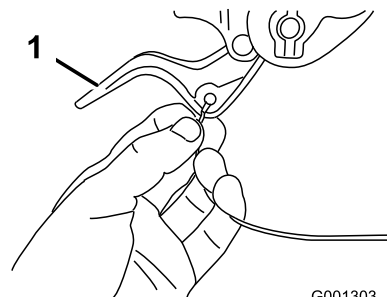

**Bild 5**
1. Entfernen Sie die Blisterfolie von den Kabeln am unteren Holm ab, und werfen sie weg (Bild 5).